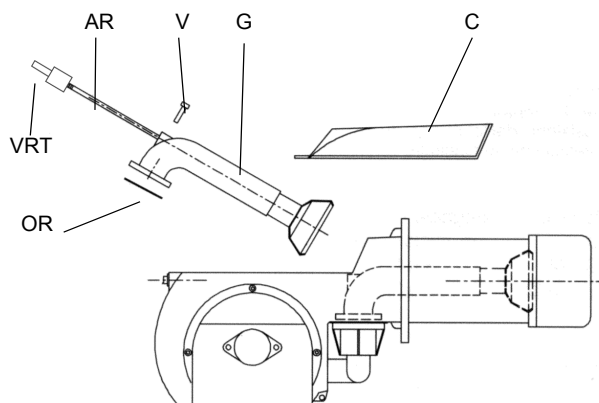

Рис.5
3. Прикрутить VD двумя винтами M5 соответственно, макс. 5 Нм/44 in. lb, рис. 5/6.